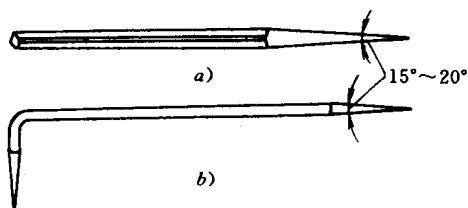

图 2.3 划针
(4) 划针(图 2.3) 用来在工件上划线条,由弹簧钢丝或高速钢制成,直径一般为 $\phi 3 \sim 5\text{mm}$,尖端磨成 $15^\circ \sim 20^\circ$ 的尖角,并经热处理淬火使之硬化。有的划针在尖端部位焊有硬质合金,耐磨性更好。